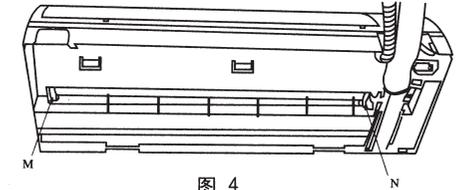

图4
- (3) 室内机安装前必须按图4所示将机器抬起45°左右, 确认M、N两处孔的畅通。